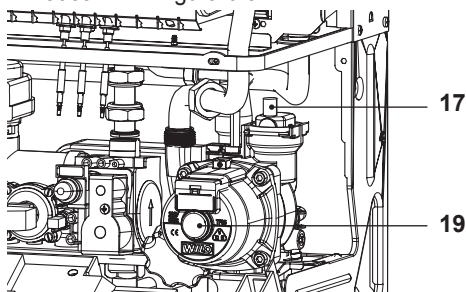

Figura 6.3
- Allentare il tappo della valvola di sfiato automatico 17 in Figura 6.3.
- Togliere il tappo 19 in Figura 6.3 e sbloccare la pompa ruotando il rotore con un cacciavite.